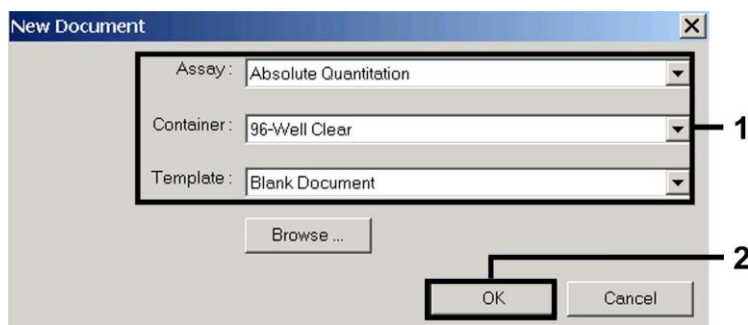

Fig. 3: Forindstillinger ved oprettelsen af en ny PCR-kørsel (*New Document* (Nyt dokument)).
Vælg på ABI PRISM 7000 SDS menupunktet *New* (Ny), som befinder sig under *File* (Filer), og indstil for det nye dokument følgende grundindstillinger (se Fig. 3). Et i forvejen gemt template (SDS Template [*.sdf]) findes i *Template*-listen, eller ved hjælp af *Browse*-funktionen (Gennemse) (se 8.6.1.5 Arkivering af PCR-kørslen). Bekræft dine forindstillinger (OK).